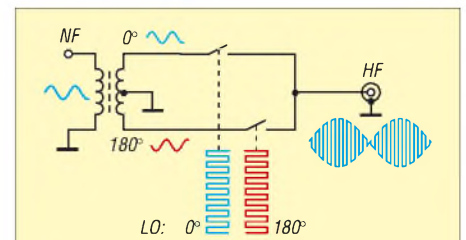

Bild 4: Die kleinste logische Untereinheit des QSE ist ein einfach balancierter Gegentaktmischer.
Um den QSE zu verstehen, muss man ihn in Teilblöcke zerlegen und analysieren. Die kleinste logische Einheit aus zwei Schaltern kann man als einfach balancierten Gegentaktmischer auffassen (Bild 4). Bei diesem wird abwechselnd ein Eingangssignal (NF-Signal) und dessen invertierte Variante im Takt eines Lokaloszillators (LO) an den HF-Ausgang geschaltet. Faktisch wird dabei das Eingangssignal mit dem LO-Signal multipliziert. Es entsteht am Ausgang (abgesehen von Oberwellen aufgrund der steilen Schaltflanken) ein Zweiseitenbandsignal (= DSB-Signal) mit den Frequenzen LO-NF und LO+NF.
Im QSE taucht dieser Schaltungsblock insgesamt viermal auf. Für die Funktion des QSE reichen bereits zwei dieser Blöcke aus. Statt mit Überträgern werden beim QSE die phasenverschobenen Varianten der NF wie oben beschrieben mit den Operationsverstärkern U1 und U2 erzeugt. Das Zusammenspiel der beiden aus einer Schalter-Vierergruppe aufgebauten Gegentaktmischer im QSE geht aus Bild 5 hervor. In der oberen Hälfte von Bild 5 findet man den Gegentaktmischer aus Bild 4 wieder. Im QSE wird er allerdings nicht mit LO-Signalen mit 50 % Tastverhältnis, sondern nur mit 25 % Tastverhältnis angesteuert. Er erzeugt gemäß Bild 5 ein DSB-Signal.